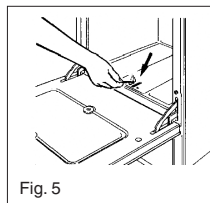

Fig. 5
- Présentez une flamme devant l'orifice d'allumage (fig. 5).